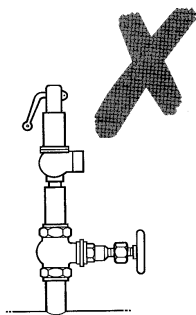

Fig.4
3. Het mag niet mogelijk zijn de veiligheidsklep te isoleren. Er mag dus geen afsluiter voorzien worden. (Zie Fig.4)